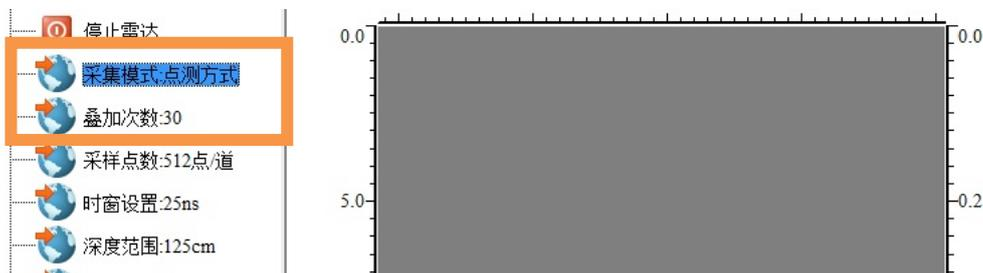

图 11 点测模式的子菜单
- (3) **点测模式：**在地形条件差不适合连续测量和探测深度较深的情况下采用点测模式。选择该模式时如图 11 所示菜单下方出现叠加次数选项，该选项是对当前数据进行叠加来提高信噪比从而增加探测深度，用户可以按照探测需要自定义设置叠加次数。选择该模式后雷达的采集模式仍为时间模式，只有开始保存数据时该模式被激活启动，在数据保存界面下，用户每按一下标记键，雷达将记录一道数据。